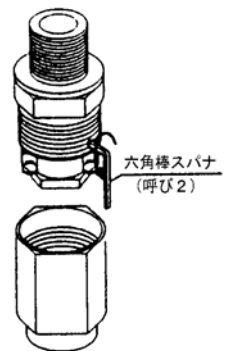

図1
- 2) ニップルからナット(リング)、グランド、スリップリング、およびパッキンの順に外してください。なお、**グランドは、グランドの緩み止め用止めねじを付属の六角棒スナナ(呼び2)で緩めてから取り外してください。**(図1)